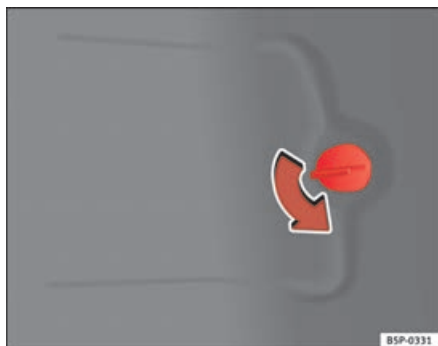

Fig. 194 Luzes na carroçaria
- Abrir a tampa do painel lateral do porta-bagagens ⇒ fig. 194.